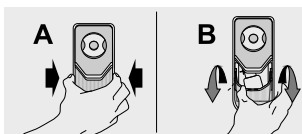

Figura 48
- Retire la tapa luz de la caja control haciendo presión hacia el centro (A) y luego extraerla hacia afuera (B), como lo indica la figura 48